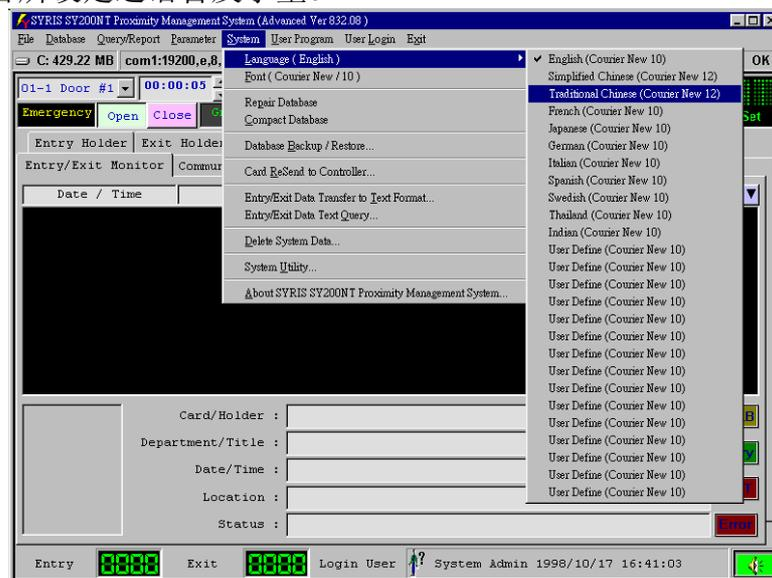

图 12-2 系统语言种类选择
1. 点选系统主选单 "System" 内之 "Language(English)", 如图 12-2 所示。